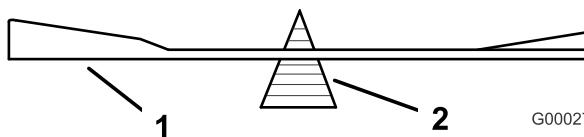
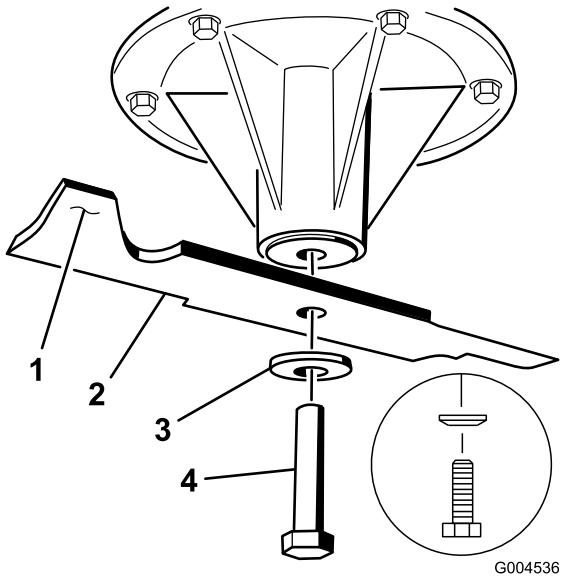

Bild 87
Bild 88
2. Entfernen Sie die Messerschraube, Wellenscheibe und das Messer von der Spindelwelle (Bild 88).
2. Überprüfen Sie die Auswuchtung des Schnittmessers auf einer Ausgleichsmaschine (Bild 87). Wenn das Schnittmesser in der horizontalen Stellung bleibt, ist es ausgewuchtet und kann verwendet werden. Feilen Sie, wenn das Schnittmesser nicht ausgewuchtet ist, vom Flügelbereich des Messers etwas Metall ab (Bild 88). Wiederholen Sie diesen Vorgang, bis das Messer ausgewuchtet ist.
- Setzen Sie das Messer auf die Spindelwelle (Bild 88).
- Setzen Sie die Wellenscheibe und die Messerschraube ein. Der Konus der Wellenscheibe muss in Richtung Schraubenkopf zeigen (Bild 88).